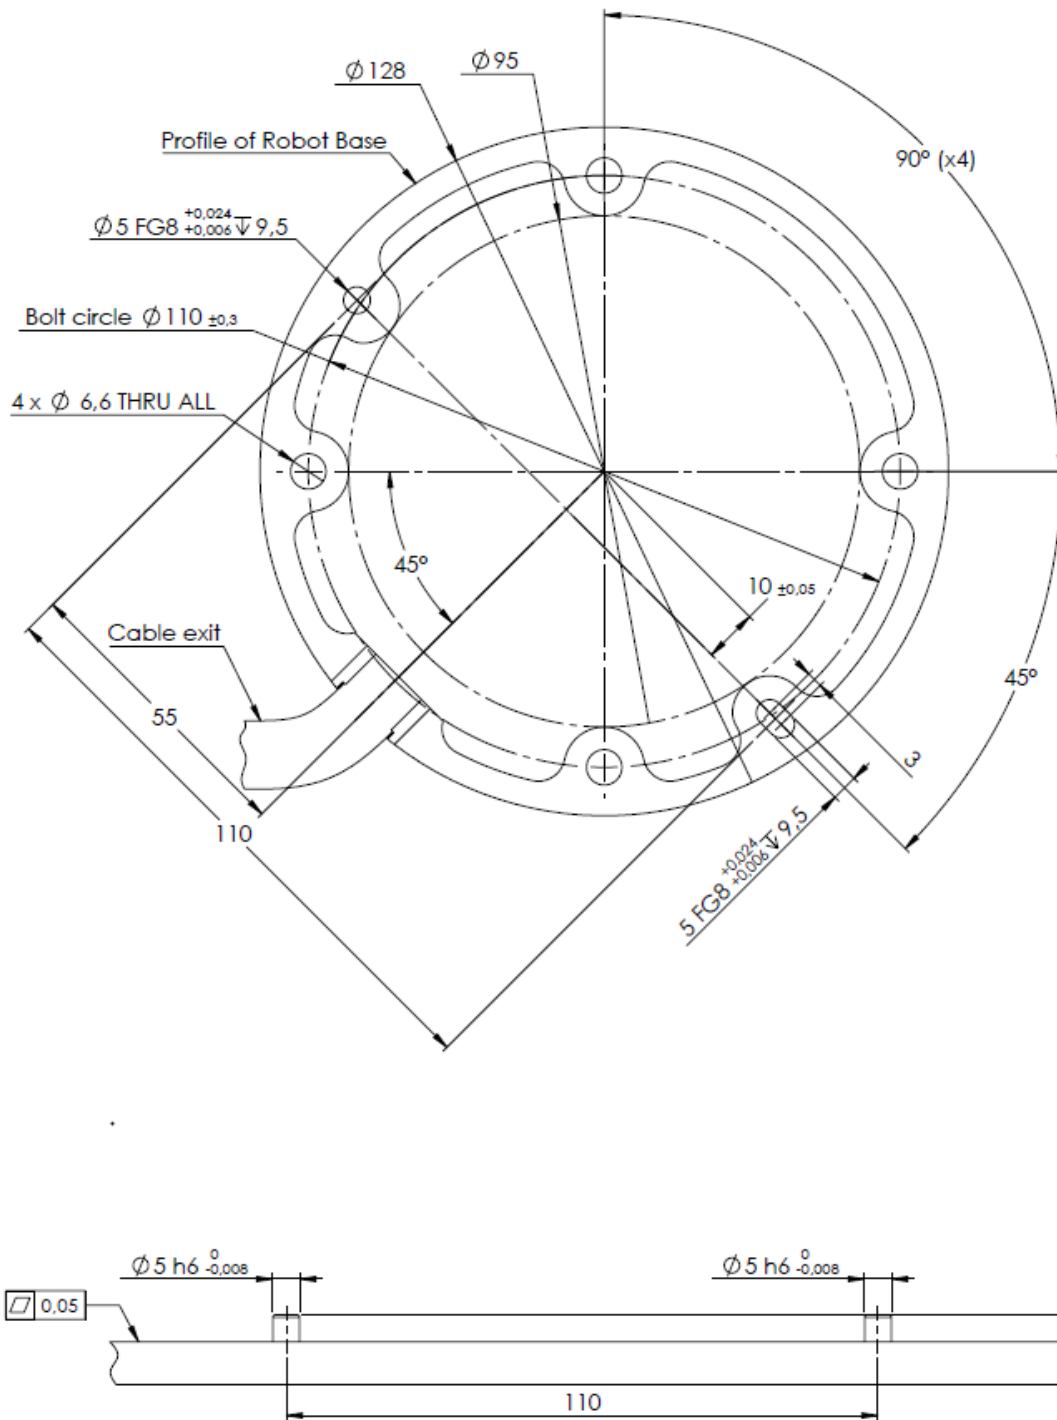

Figura 4.1: Găuri pentru montarea robotului. Utilizați patru M6 șuruburi. Toate măsurătorile sunt în mm.
**Braț robot** Brațul robot se montează folosind patru șuruburi M6, cu cele patru găuri 6.6 mm din bază. Se recomandă strângerea acestor șuruburi cu cuplul de 9 Nm. Dacă se dorește o re poziționare foarte precisă a brațului robot, există două Ø5 găuri de utilizat cu un știft. De asemenea, se poate cumpăra ca accesoriu o contra-piesă pentru bază. Figura 4.1 indică unde să se dea găurile și să se monteze șuruburile.